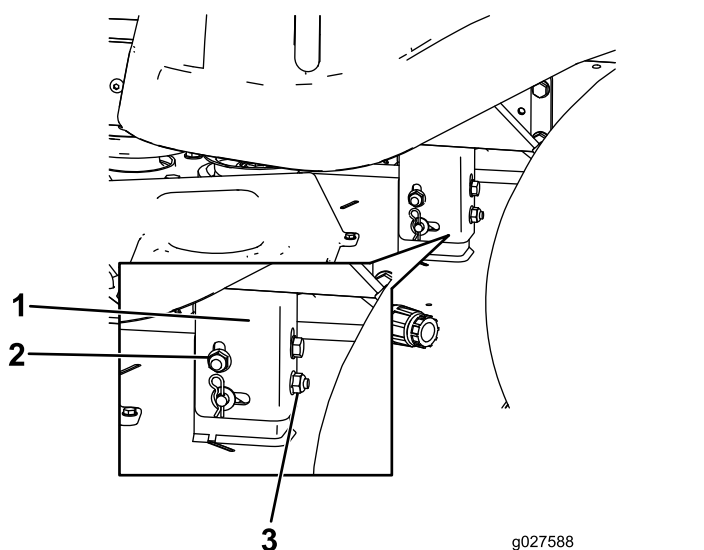

Figure 55
8. Élevez ou abaissez le côté gauche du tablier de coupe en tournant l'écrou arrière (Figure 55).